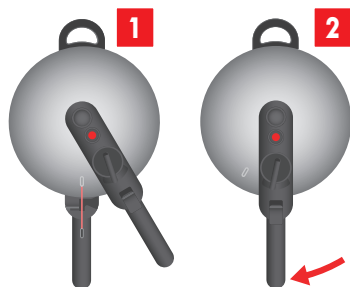

Fig. 10: Cerrar la tapa
6. Coloque la tapa sobre la olla (véase fig. 10/1).
7. Gire la tapa hasta el tope en el sentido de las agujas del reloj (véase fig. 10/2).